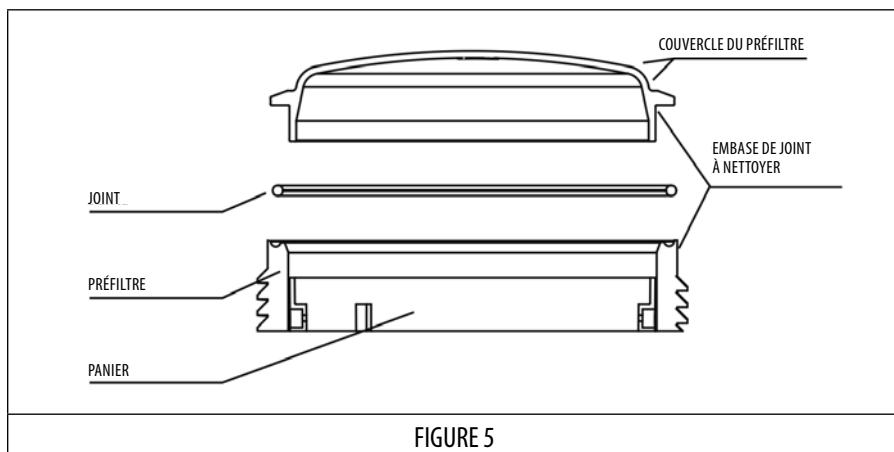

FIGURE 5
- À chaque fois que vous ouvrez le préfiltre, nettoyez les impuretés dans le logement du joint et le joint lui-même pour assurer l'étanchéité de la fermeture du couvercle (FIGURE 5).